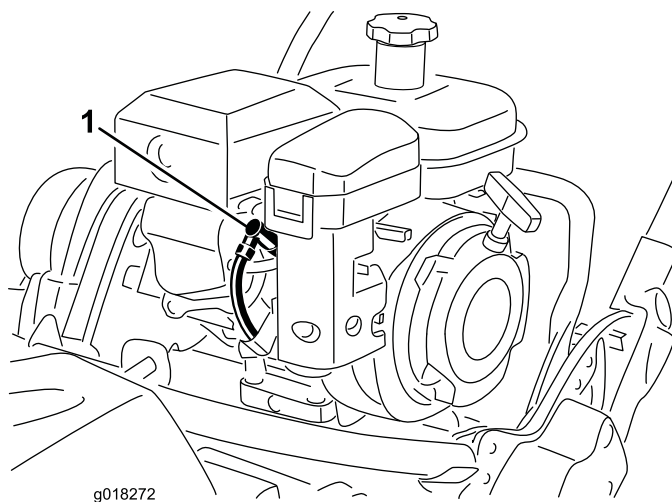

Figure 35
1. Débranchez le fil moulé de la bougie (Figure 35).